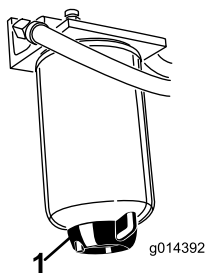

Рисунок 29
Ежедневно сливайте воду или другие загрязнения из водоотделителя (Рисунок 29). Через каждые 400 часов работы меняйте корпус фильтра.
2. Ослабьте сливную пробку в днище корпуса фильтра (Рисунок 29).